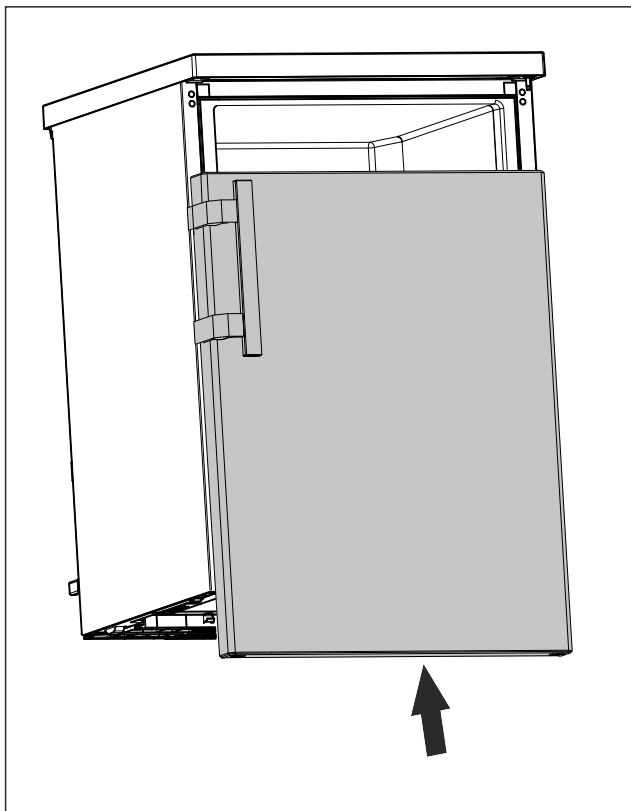

Fig. 19
- ▶ Надвиньте дверь в закрытом состоянии на верхний болт. (см. Fig. 19)